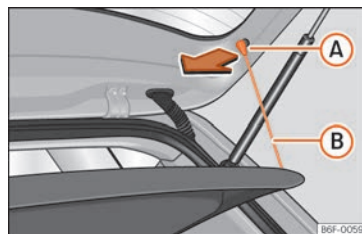

Fig. 125 Nel bagagliaio: smontare e montare il ripiano.
- Sganciare i tiranti di sostegno »» fig. 125 B dagli alloggiamenti A.
»» **fig. 125** **B** nel portellone posteriore.